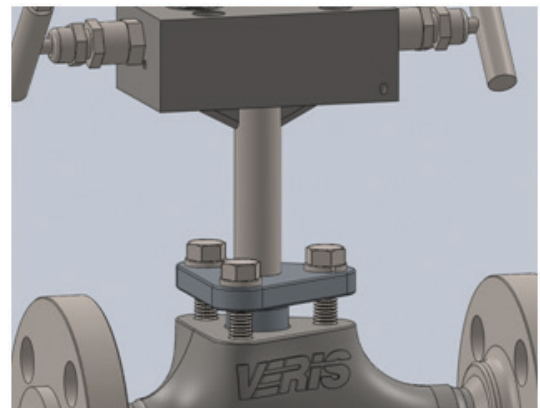

Figura 10. Instalación de los tornillos de la empaquetadura terminada
- Ajuste los tornillos cada vez más en una secuencia alternada hasta alcanzar un torque de 70 lb-pulg. (7.9 Nm) en los tres tornillos (consulte la figura 10).